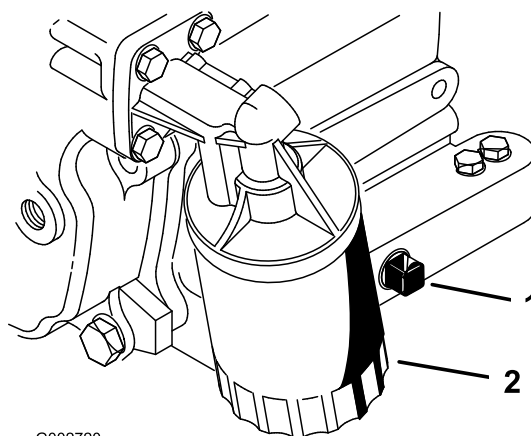

Figura 16
2. Retire el tapón de vaciado (Figura 16) y deje fluir el aceite a un recipiente apropiado. Cuando el aceite deje de fluir, coloque el tapón de vaciado.
3. Retire el filtro de aceite (Figura 16). Aplique una capa ligera de aceite limpio a la junta del filtro nuevo.